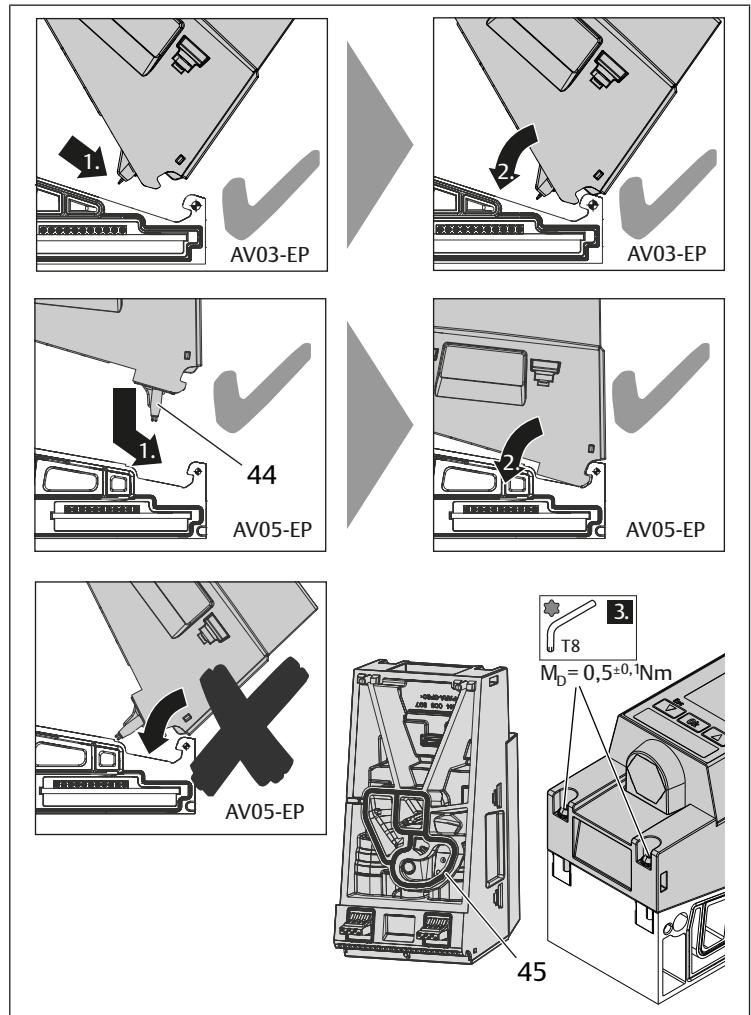

Fig. 16: Montage du régulateur de pression AV-EP sur l'embase
1. Positionner l'AV-EP sur l'axe de rotation comme décrit ci-après (voir fig. 16) :
2. Déployer l'AV-EP vers le bas de sorte qu'il soit positionné sur l'embase AV-EP. Ce faisant, veiller à un positionnement correct du joint (45) dans le régulateur de pression.